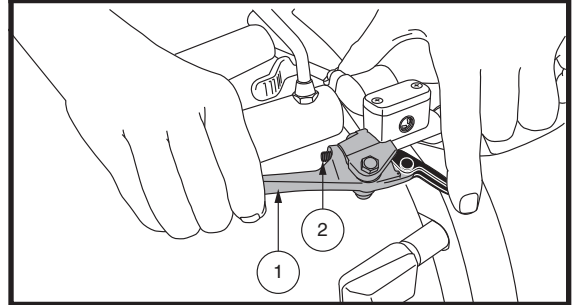

Abb. 2. Handbremshebel
- Drücken Sie den High-Low-Knopf einmal, um die Geschwindigkeit auf “High” (“Hoch”) einzustellen. Die High-Low-Anzeige wird auf dem LCD-Bildschirm angezeigt. **Siehe Abb. 2.** Wenn Sie diese Einstellung zusammen mit den Einstellungstasten für die Geschwindigkeit verwenden, kann das Fahrzeug Geschwindigkeiten bis zur voreingestellten Maximalgeschwindigkeit des Fahrzeug erreichen.
Dieser Hebel bietet Ihnen im Notfall zusätzliche Bremsleistung an. Wenn in Bewegung, lassen Sie den Gashebel vorsichtig los und drücken Sie die Handbremse um zum Stillstand zu kommen. Die Wirksamkeit der Handbremse kann durch Anziehen oder Lösen der Stellschraube am Handbremshebel geändert werden. **Siehe Abb. 2.**